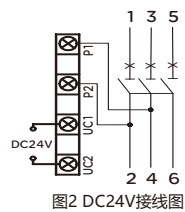
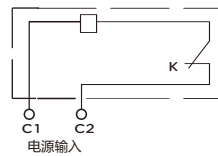

图2 DC24V接线图
图3 AC50Hz、230V、400V接线图
□ 分励脱扣器的外加电压介于额定控制电源电压70%~110%之间时，能可靠分断断路器,接线图见图2和图3。